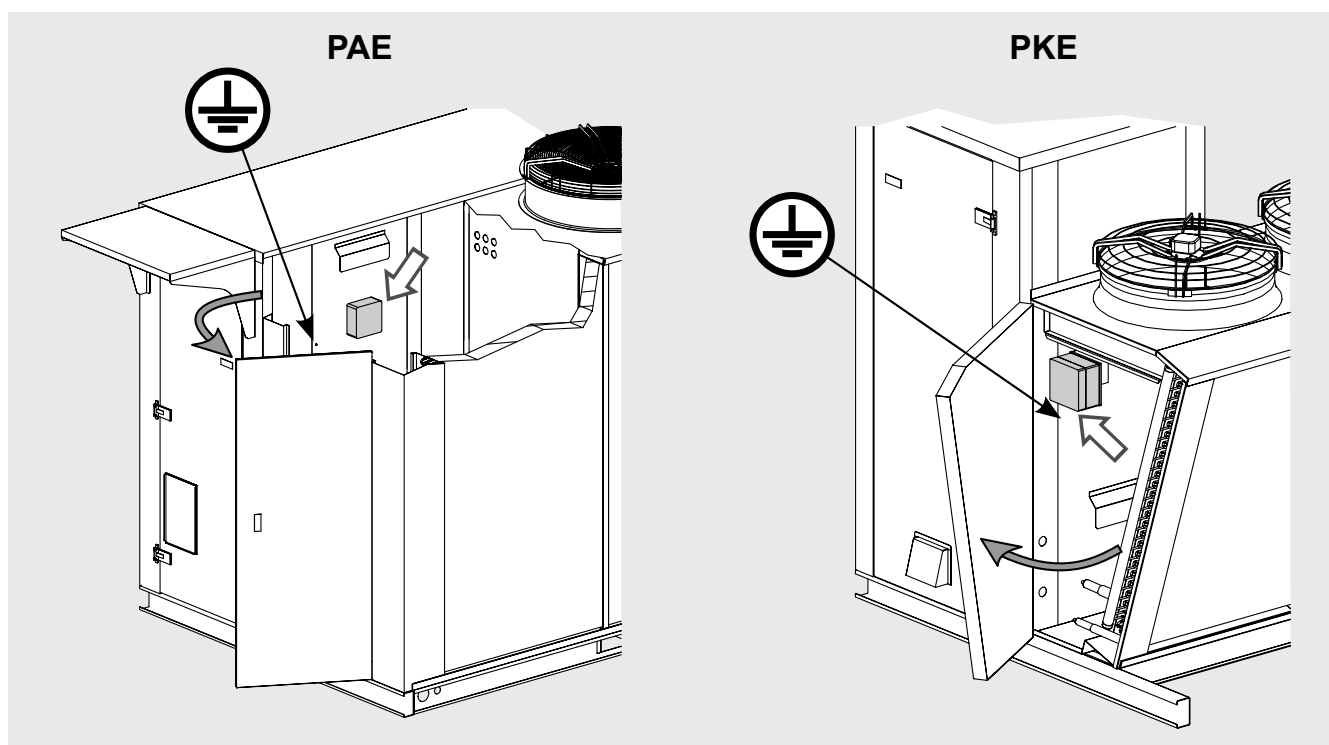

Figura 17
- 8.9 Para minimizar el riesgo de contacto indirecto, la instalación eléctrica puede conectarse a tierra mediante la toma correspondiente (ver la "Figura 17").